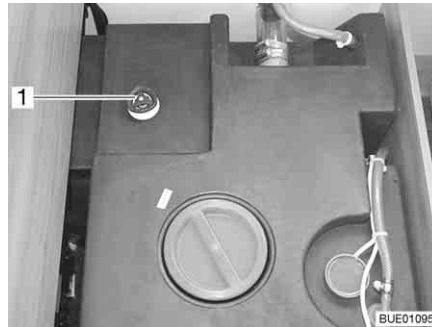

Fig. 196 Serbatoio dell'acqua con maniglia girevole
- Sul serbatoio dell'acqua, ruotare la maniglia girevole (Fig. 196,1) in senso orario fino all'arresto.
- Sul serbatoio dell'acqua, ruotare la maniglia girevole (Fig. 196,1) in senso antiorario fino all'arresto. L'acqua fuoriesce fino a 60 litri.